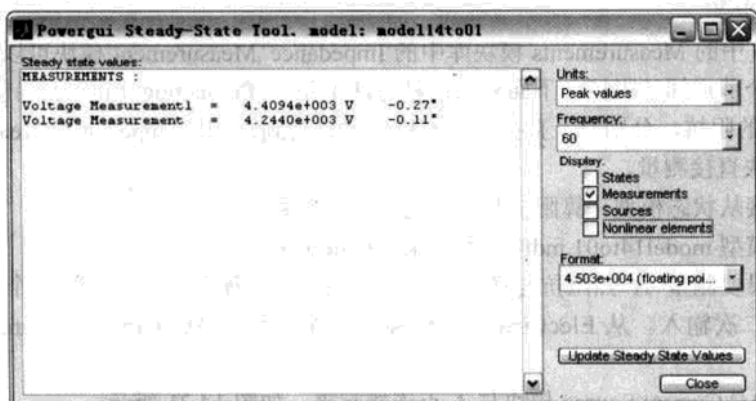

图 14.18 Steady-State Tool 窗口
(3) 从 Powergui 对话框中的 Analysis Tools 组中单击 Steady-State Voltages and Currents 按钮, 就会打开 Steady-State Tool 窗口, 如图 14.18 所示, 其中的两个测量结果由模型中的两个测量模块获取, 以坐标的形式表示, 并可从测量名称中知道相应的模块名称;